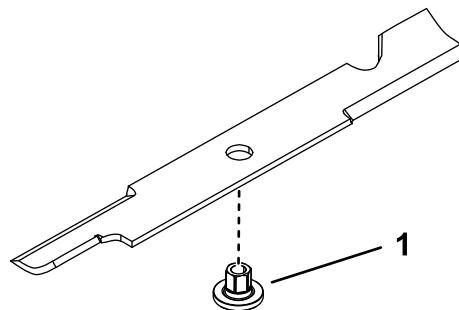

Figura 92
1. Montate la boccola attraverso la lama con la flangia della boccola sul lato inferiore (erba) della lama (Figura 92).